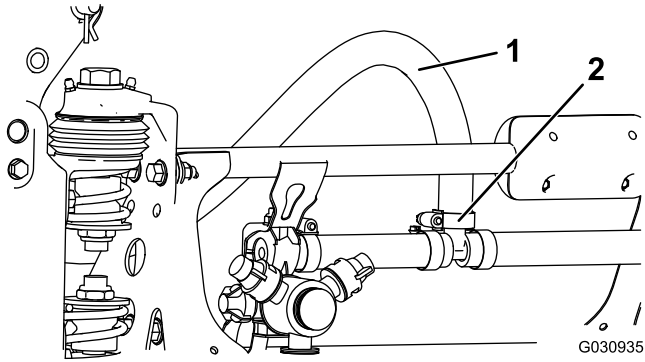

Figure 2
- Desserrez les colliers des 2 flexibles fixés aux rampes gauche et droite et déposez les flexibles (Figure 2).